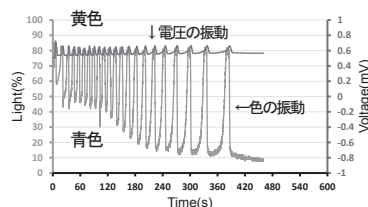
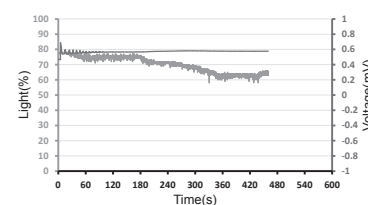

図 2
図 3
- ・ デンプンを加える一般的な BR 反応では、振動は 22 回、420 秒継続しました (図 2)。デンプンを加えないと、振動は 12 回、90 秒しか継続しませんでした (図 3)。